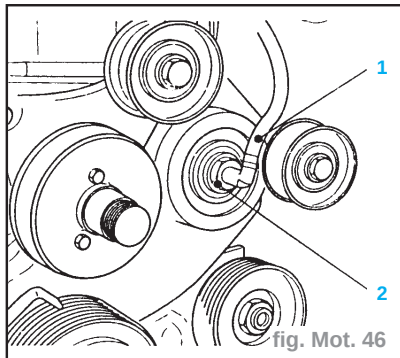

fig. Mot. 46
- le flexible de la conduite de retour de carburant (2) de la pompe d'injection,
- le flexible de la conduite d'arrivée de carburant (3) de la pompe d'injection,
- le flexible de vidange d'huile de la pompe à vide (1) (clip) (fig. Mot. 46),
- l'adaptateur de vidange d'huile de la pompe à vide (2) du couvercle du carter de distribution,
- l'adaptateur de vidange d'huile (2) de la pompe à vide avec joint neuf sur couvercle du carter de distribution, serrer (fig. Mot. 46).
- le flexible de vidange d'huile de la pompe à vide (1) - clip.